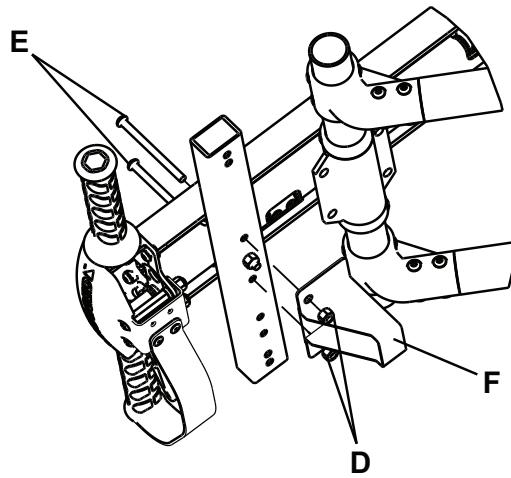

Рисунок 7 – Направляющий кронштейн
- a. С помощью торцевого ключа М4 и гаечного ключа М11 снимите две шестигранные гайки (D) с двух винтов с головкой под шестигранный ключ (E) на ножном конце каталки (Рисунок 7). Сохраните гайки и винты.
- b. Установите направляющий кронштейн из комплекта поставки (F) (610000010008) на два винта с головкой под шестигранный ключ (сохраненные на шаге 3а) (Рисунок 7). С помощью динамометрического ключа затяните шестигранные гайки Файберлок (D) (снятые на шаге 5а).